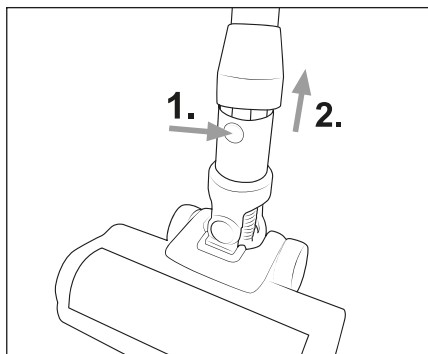

Fig. 9
- ◆ Pentru a îndepărta peria pentru podea 20 din aspirator 23, țineți apăsată tasta de deblocare a periei pentru podea 21 și trageți țeava de aspirare 23 din peria pentru podea 20 (a se vedea fig. 9).